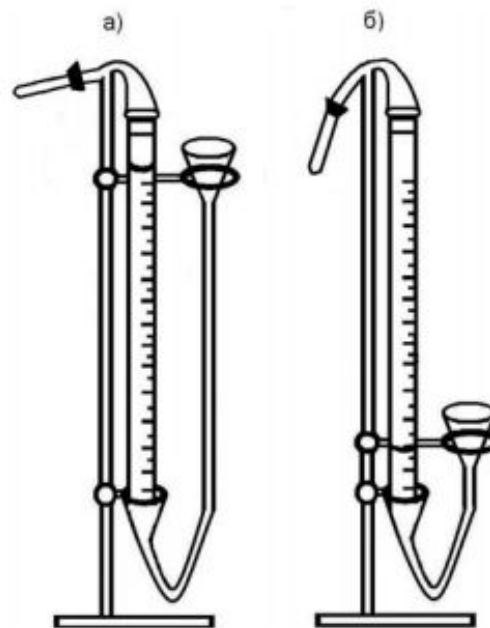

Рис. 4. Положение пробирки: а – перед реакцией; б – после реакции
Плотно закрыть пробирку пробкой, следя за тем, чтобы металл раньше времени не упал кислоту (рис. 4 а). Отметить и записать начальный уровень воды в бюретке (a_1) и стряхнуть металл в кислоту.
- Когда закончится реакция, дать пробирке остыть, опустить воронку (не снимая пробирки) до одинакового уровня воды в бюретке и воронке (рис. 4 б). Отметить и записать